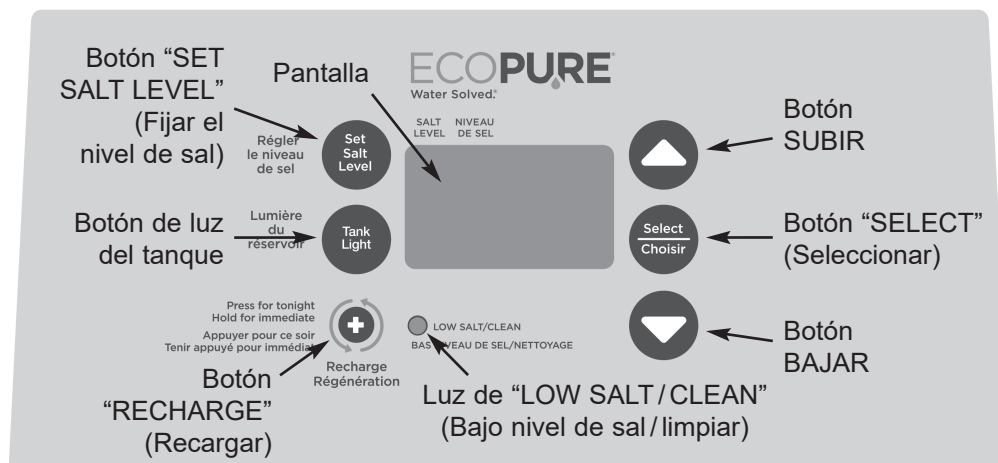

FIG. 16
5. Inicie un ciclo de regeneración; para ello mantenga oprimido por 3 segundos el botón RECHARGE (Recargar) (vea la Fig. 16 en la página 13). Comenzará a funcionar el motor de la válvula y esta avanzará a la posición “Fill” (llenado).